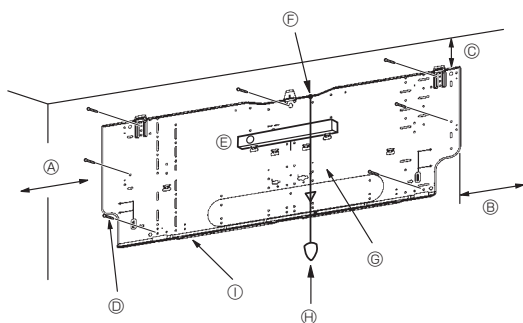
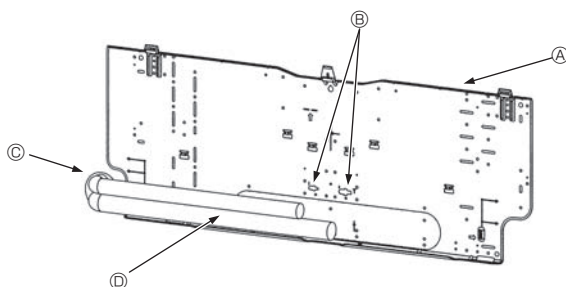

Fig. 3-4
Fig. 3-5
■ PKA-RP60, 71, 100KAL (Fig. 3-4)
- D Befestigungsschrauben (4 × 25) ②
- I Montageplatte ①
3.3. Wenn Rohre in der Wand verlegt werden (Fig. 3-5)
- A Montageplatte ①